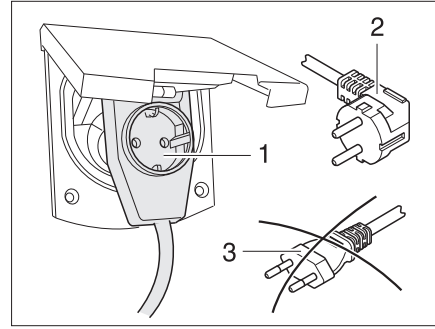

Bild 290 Anschluss an eine Winkelkupplung mit Steckdose
- ▶ Bei Verwendung einer CEE 17 Winkelkupplung mit rückseitig eingebauter Steckdose (Bild 290,1) nur einen gummierten und versiegelten IP 44 Stecker mit Schutzkontakt (Bild 290,2) verwenden. Keine Stecker ohne Schutzkontakt (Bild 290,3) verwenden. Gefahr eines Stromschlages!